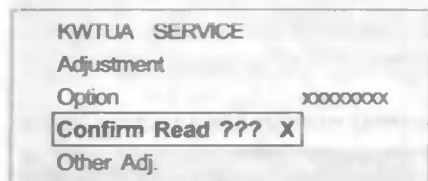

Рис. 3. Режим чтения данных из памяти NN5198K/5199K
1. Кнопками выбора каналов «Вверх» или «Вниз» на ПДУ выбирают строку «Read 5198» и нажимают «OK» для чтения данных из внутреннего ЭСППЗУ видеопроцессора IC201 (NN5198K/5199K) во внешнюю ЭСППЗУ IC602. На экране отобразится процесс чтения данных (см. рис. 3).